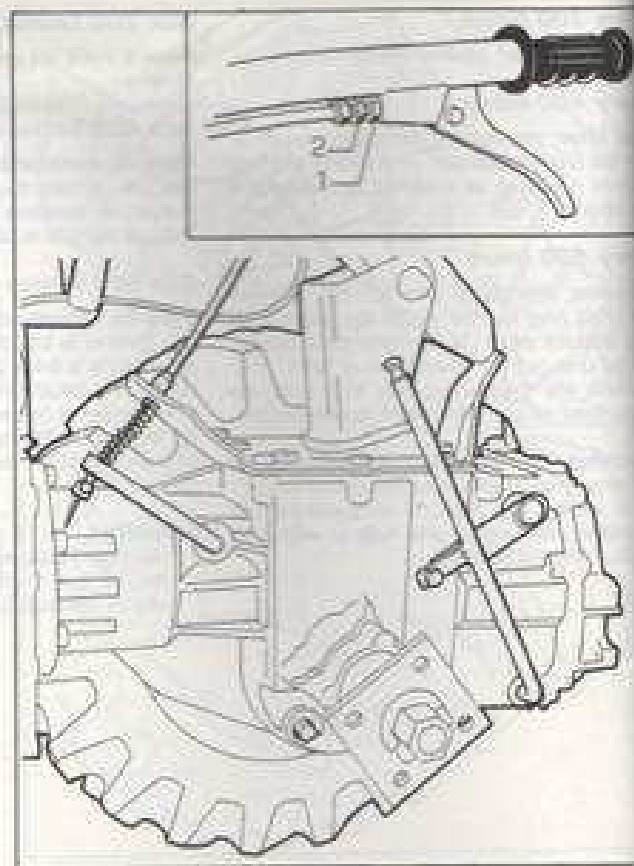

Fig. 16 - Bild 16
2. Se la corsa a vuoto della leva è insufficiente (slittamento della frizione) o eccessiva (disinnesto incompleto), regolare il cavo di comando (vedere la fig. 16). Agire sul registro di regolazione (2) dopo aver allentato il controdado (1), in modo che la corsa a vuoto della leva sia di 10 mm circa.
2. If the clutch idle travel is insufficient (clutch slippage) or in excess (disengagement is not complete), adjust the control wire (see fig. 16). Screw out jam nut (1) and actuate set screw (2) until a 10 mm idle travel is obtained.
2. Si la course à vide du levier s'avère insuffisante (l'embrayage patine) ou excessive (l'embrayage incomplet) régler le câble de commande (voir fig. 16). Agir sur l'écrou de réglage (2) après avoir relâché le contre-écrou (1), de sorte que la course à vide soit d'environ 10 mm.
2. Sollte der freie Hebelweg ungenügend (Rutschung der Kupplung) oder übermäßig (unvollständige Ausschaltung) ausfallen, das Steuerdrähtseil (siehe Bild 16) durch Wirkung auf die Einstellmutter (2) nach Lösen der Gegenmutter (1) einstellen, dass der freie Hebelweg ca. 10 mm beträgt.